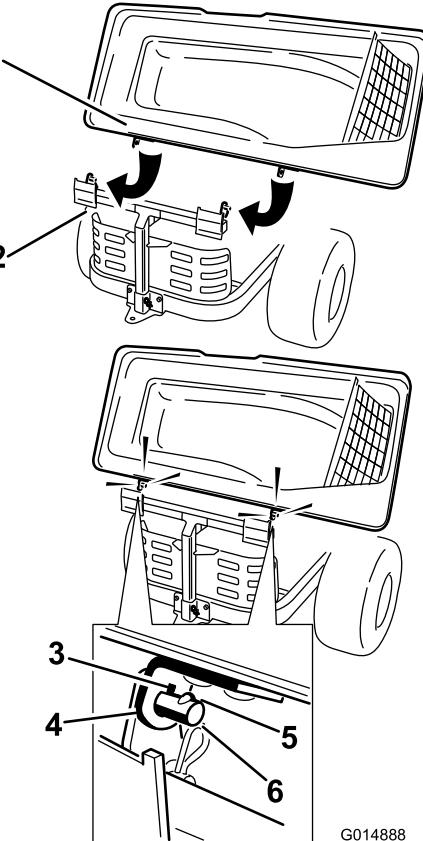

Figura 17
2. Girate il coperchio del sistema di raccolta per allineare i fori della chiavetta nelle staffe superiori del sistema di raccolta alle chiavette previste nei colonna del relativo telaio (Figura 17).